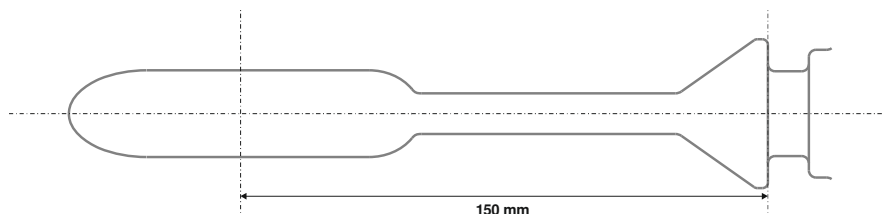

図 12 : コンドームを固定するための円錐形のリングの端に向かってドロップ型の先端の中心からの距離
- ドロップ型の先端の中心は、コンドームを固定するためにコーンリングの端まで 150 mm の距離にあります (図 12 を参照してください。)